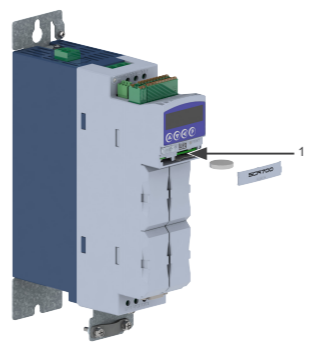

Figura 9.4: Localización de la batería tipo CR2032
2. Retirar la tapa del Slot 0, según la Figura 9.4.